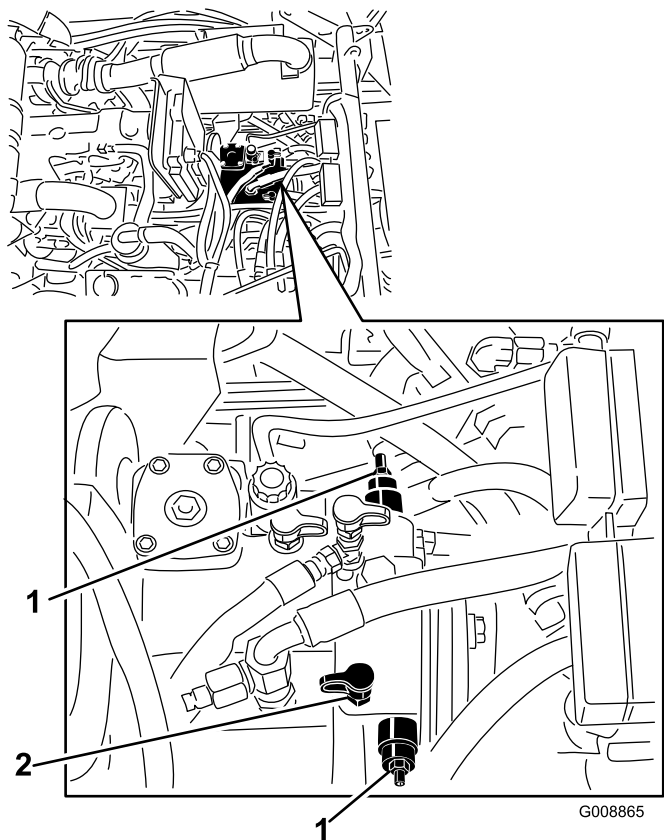

Figura 35
1. Levante el capó y localice las válvulas auxiliares en cada lado de la bomba (Figura 35).
2. Para activar las válvulas de remolque, afloje la contratuerca del husillo de cada una de las válvulas auxiliares (Figura 35).
desactivarse también la válvula auxiliar del colector de transmisión a cuatro ruedas. Para desviar el aceite alrededor de la válvula de retención, conecte un conjunto de manguito (Manguito, pieza n° 95-8843, Acoplamiento: pieza n° 95-0985 [Cant. 2], y Acoplamiento hidráulico, pieza n° 340-77 [Cant. 2]) al punto de prueba de presión de la tracción en marcha atrás (Figura 35 y Figura 36) y al punto de prueba de presión de la tracción a cuatro ruedas en marcha atrás (Figura 36).